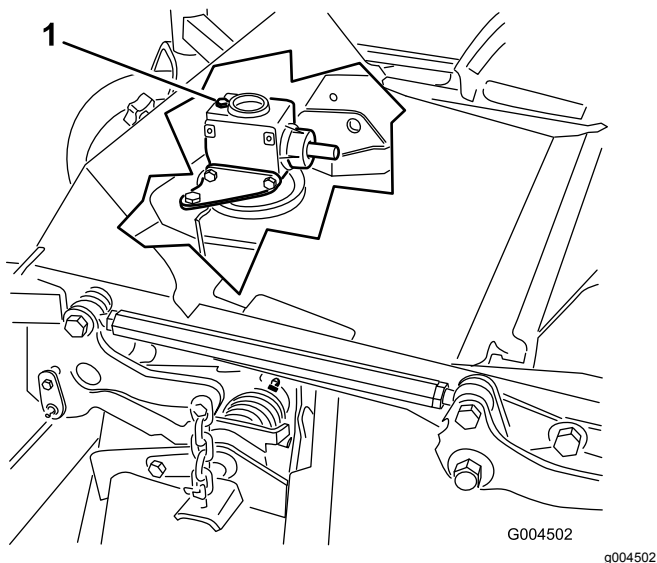

Figure 30
6. Retirez le bouchon de remplissage-jauge au sommet du boîtier d'engrenages et vérifiez que le niveau de lubrifiant se situe entre les repères sur la jauge (Figure 30).
6. Retirez la jauge-bouchon de remplissage au sommet du boîtier d'engrenages (Figure 30).